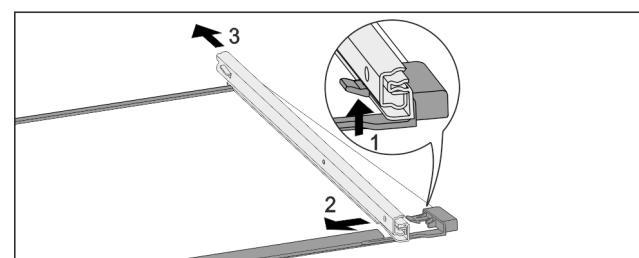

Fig. 151 Glasplatte mit Schienen
- Vorderen Rasthaken nach oben drücken. Fig. 151 (1)
- Auszugsschiene zur Seite Fig. 151 (2) und nach hinten Fig. 151 (3) wegschieben.